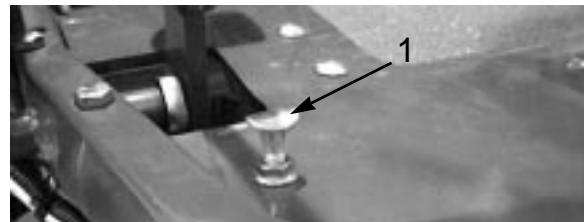

図53
モードレバーを「移動走行」位置にセットし、ペダルを一杯に踏み込めば最高速度となります。ケーブルに張力がかかる前にペダルがストップ（図53）に当たる場合には調整が必要です。
1. モードレバーを「移動走行」位置にセットし、ペダルストップを固定しているロックナットをゆるめる（図53）